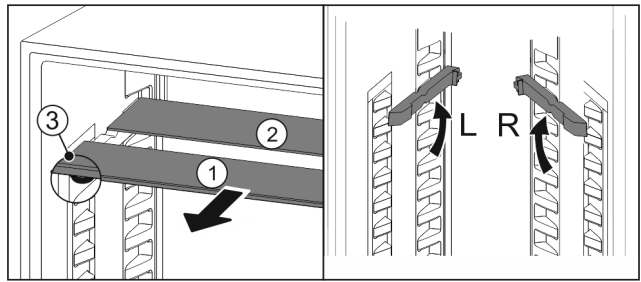

Fig. 107
- ▶ Издърпайте Fig. 107 (1) поотделно стъклените плочи напред.
- ▷ Стъклената плоча Fig. 107 (1) с декоративната лайстна е отпред.
- ▷ Ограничителите Fig. 107 (3) сочат надолу.